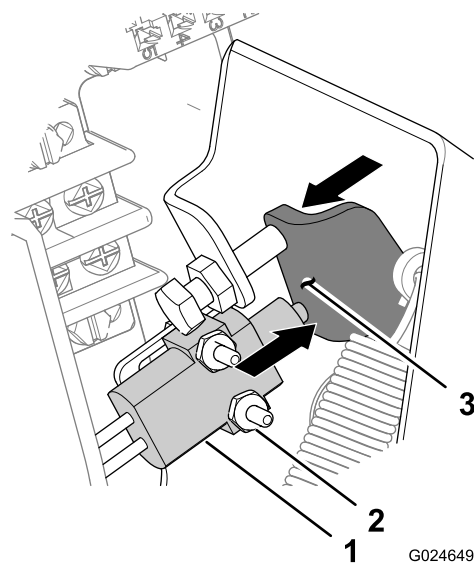
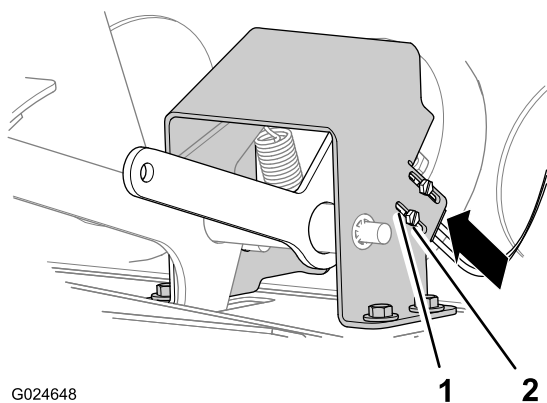

Figura 47
Figura 46
4. Eleve o pedal do acelerador até à flange do braço do pedal do acelerador contra o batente e mova o interruptor para trás e para cima nas ranhuras até que o êmbolo do interruptor fique na parte inferior do interruptor (Figura 46 e Figura 47).